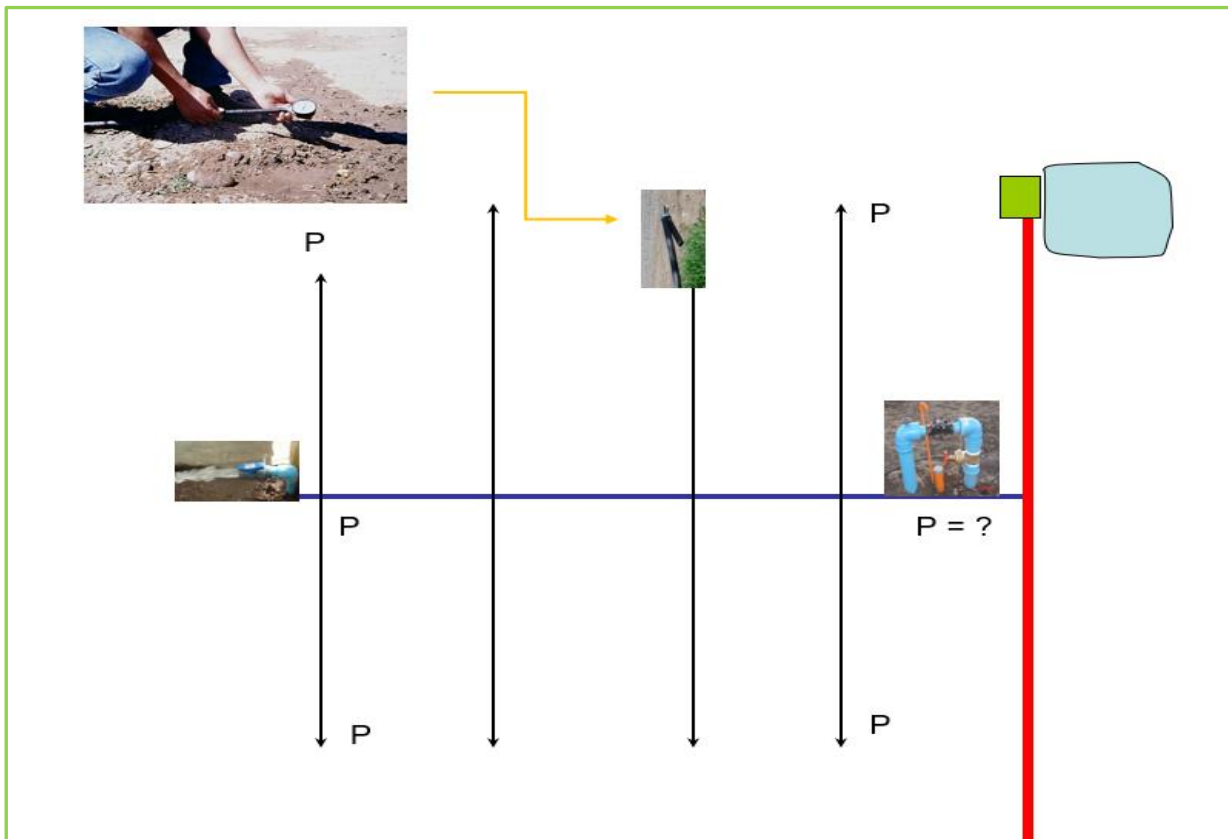

Figura 1. Selección de 4 laterales en los sectores de riego.
- Seleccione 4 laterales en cada sector de riego, tal como se muestra en la **Figura 1** (las dos más extrema y dos centrales), y mida la presión en cada una de ellas con un manómetro, como se muestra en la **Foto 1**.